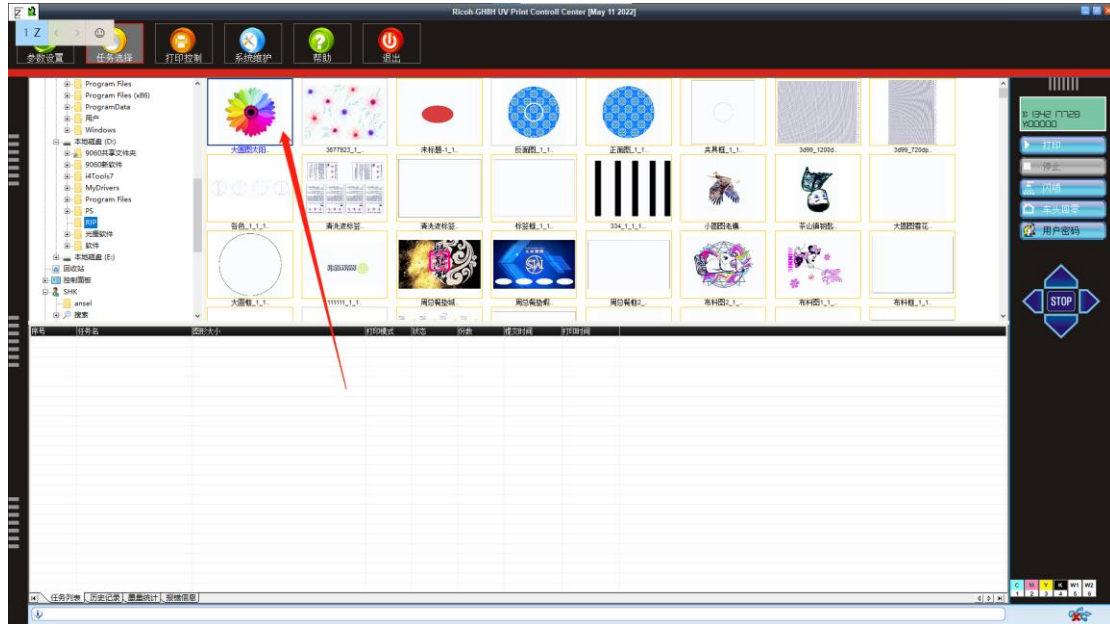

图 1 导入图片
2. 载入图片：找到图片的保存目录，鼠标左键点击目录会自动加载，图片到右边，如图 1 导入图片，如未加载可以右键点击→刷新